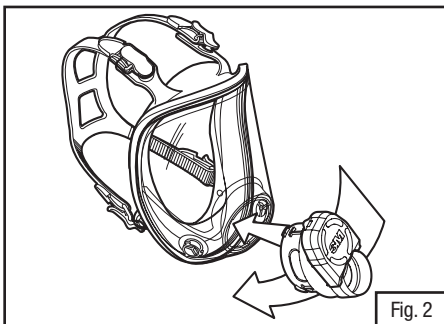

Fig. 2
2. Insérer l'adaptateur central dans l'orifice central de la lentille (Fig. 2).
4. Réinstaller l'adaptateur central sur la lentille du masque (Fig. 2).